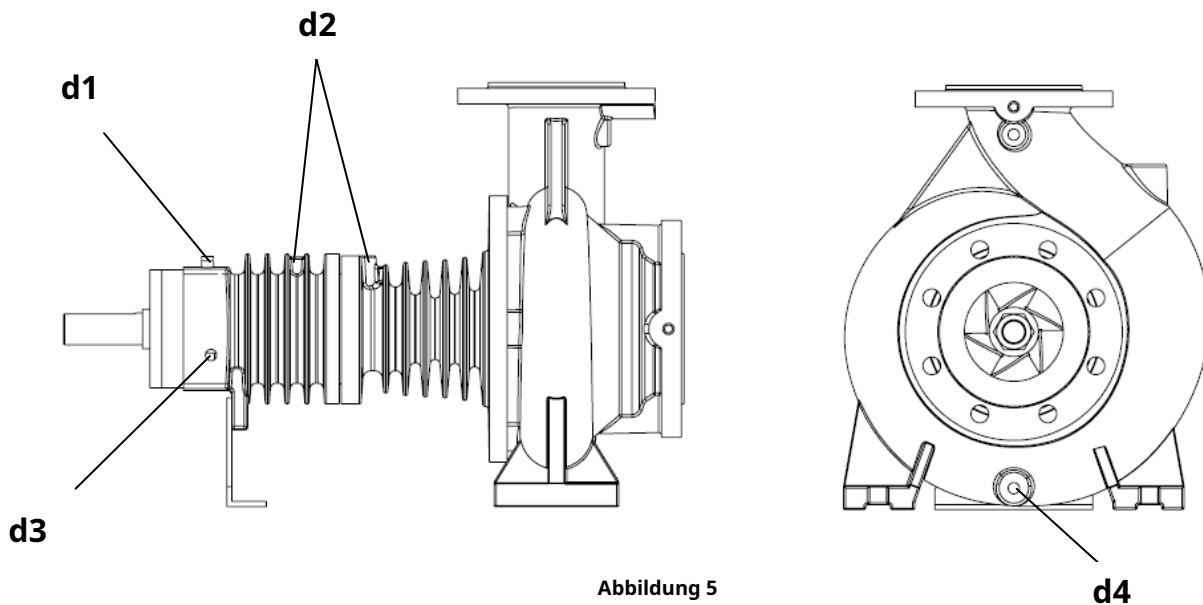

Abbildung 5
- In jeder Pumpe gibt es Anschlussstellen zum Entladen der Pumpe und zum Entfernen von Leckagen im Dichtungsbett. **(Abb. 5)** Diese Anschlüsse können auf Wunsch über Rohre mit dem Auslasstank verbunden werden. In der Leitung, die für die Entleerung der Pumpe verwendet wird, muss ein Absperrventil vorhanden sein. Dieses Ventil und diese Leitung müssen für den maximalen Betriebsdruck der Pumpe geeignet sein.